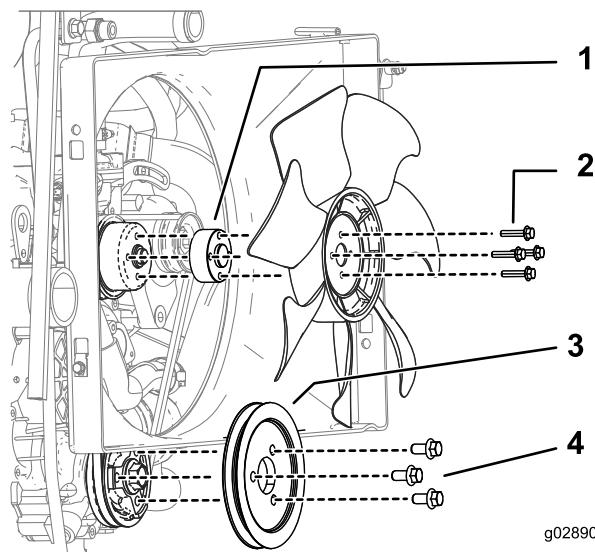

図 4
1. 図 4に示すようにファンスペーサとプーリを取り付ける。